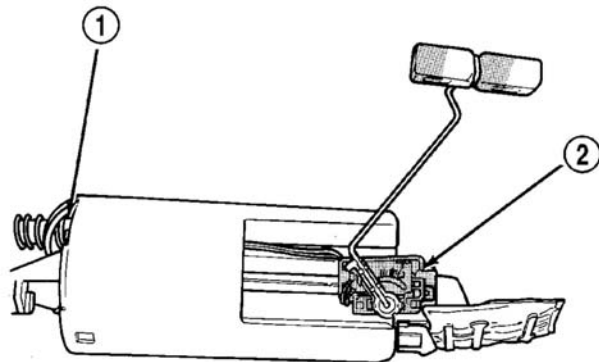

图 6 液面传感器的拆卸/安装
(6) 把液面传感器的电线滑进打开的燃油油泵模块内（图 6）。